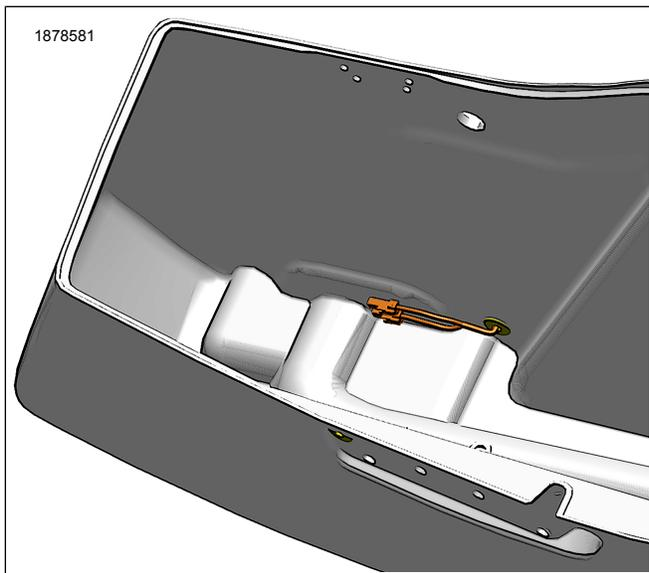

Figura 4. Disposizione del Cablaggio di Collegamento
3. Figura 4 Se si installa il kit luci interne per borse laterali (codice articolo 68000425) con il kit luci di segnalazione per borse laterali (codice articolo 68000372), è necessario l'acquisto separato di due ponticelli del cablaggio degli accessori posteriori (codice articolo 69203366).